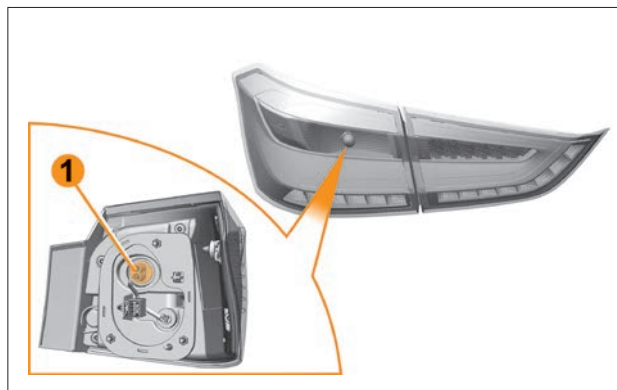

Рис. 6.12.1. Лампа указателя поворота в заднем фонаре
**Лампы указателей поворота в задних фонарях.** Для замены ламп указателей поворота в задних фонарях проделайте следующие действия (рис. 6.12.1):